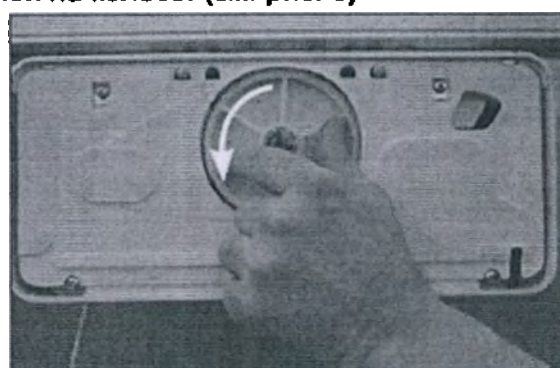

Рис. 6
3. После переключения рычагов тормоза мотора пациент будет плавно опускаться под собственным весом. Если масса пациента ниже 50 кг, то для его аварийного механического спуска необходимо вращать большое ременное колесо, расположенное на противоположной стороне мотора в направлении стрелки, обозначенной на колесе. (см. рис. 6)